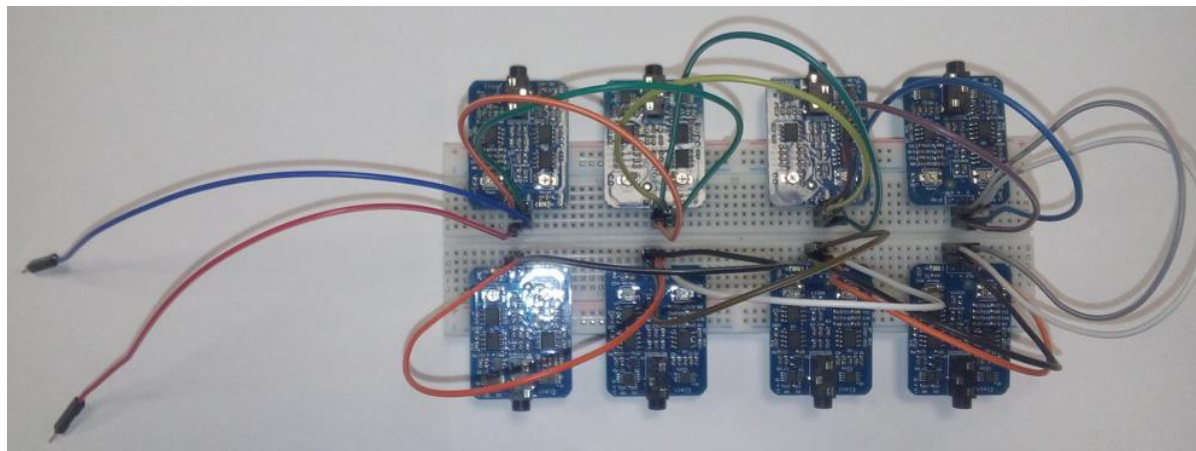

Рисунок 8 - Подключение линий питания к Модулям ЭЭГ
4. В результате должна получиться конструкция, изображенная на рис. 8